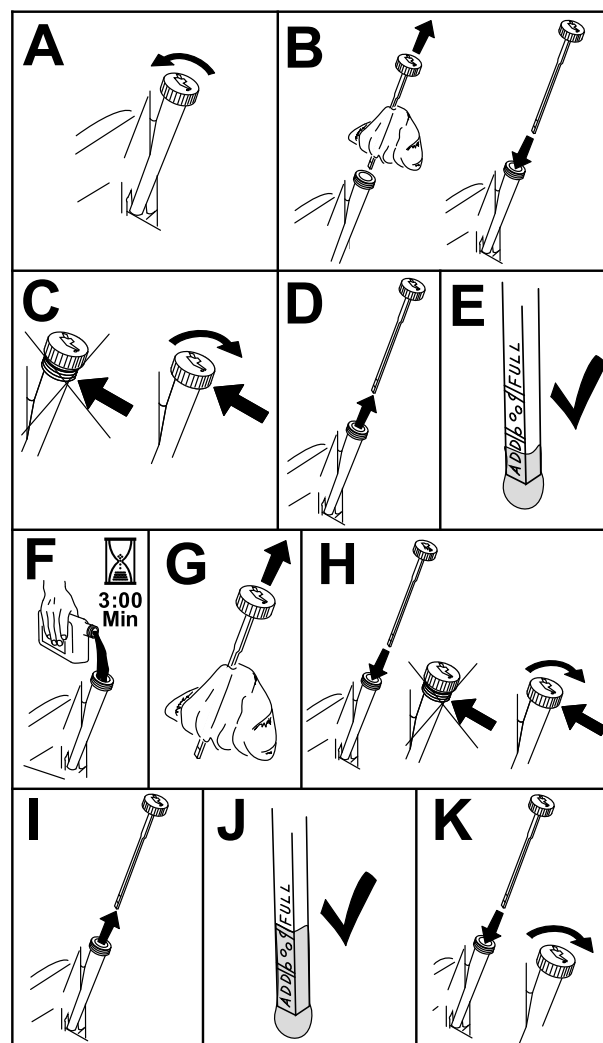

Figure 31
3. Pour éviter de faire tomber de l'herbe, de la poussière, etc., dans le moteur, nettoyez la surface autour du bouchon de remplissage-jauge d'huile, avant de l'enlever (Figure 31).